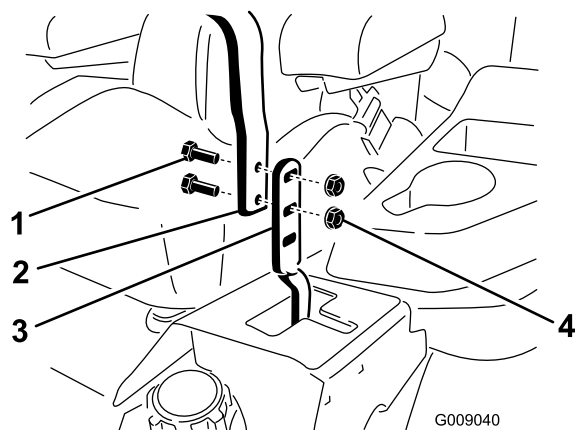

Рисунок 60
3. Ослабьте болты и фланцевые гайки, которые крепят рукоятки к рычагам (Рисунок 60).